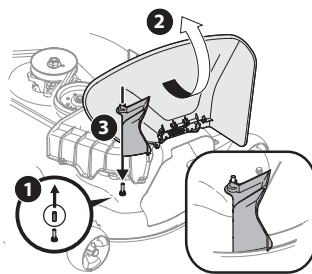

Figure 21
2. Retirez le capuchon de protection en caoutchouc du plateau de coupe, comme illustré au numéro 1 de la Figure 21.
3. Soulevez le déflecteur de goulotte (consultez le numéro 2 de la Figure 21) sur le plateau de coupe et maintenez-le en place pendant que vous installez l'adaptateur de goulotte (731-10133) (3) sur le plateau de coupe, comme illustré à la Figure 21.